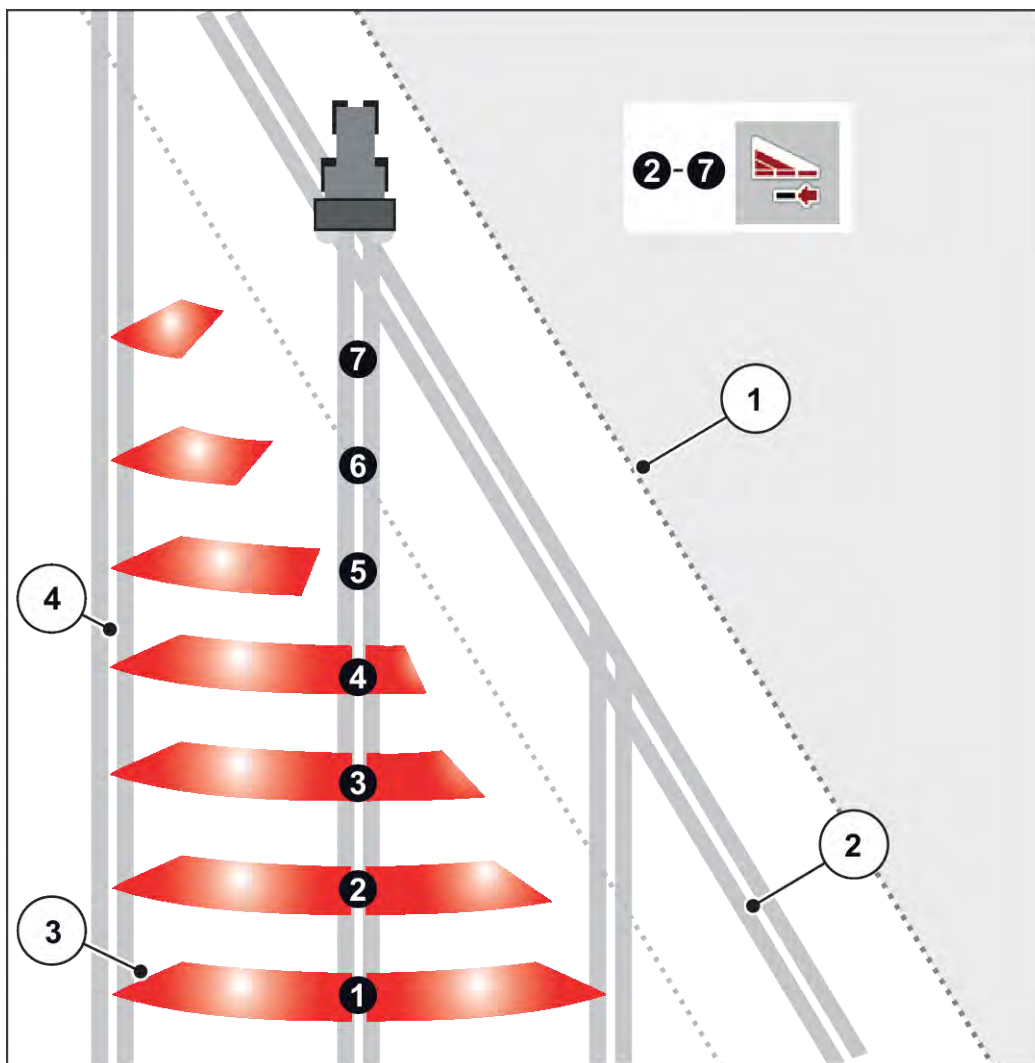

Рис. 44: Автоматическое переключение секций штанги
- Переключение секций рабочей ширины можно осуществлять снаружи вовнутрь или изнутри наружу. См. Рис. 44 Автоматическое переключение секций штанги